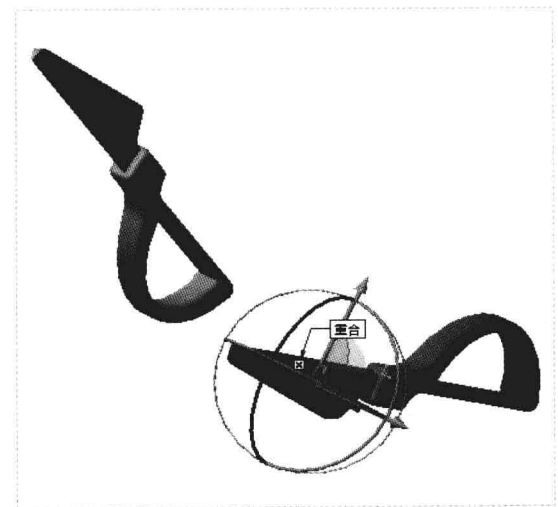

图 15-74 创建重合约束 1
Step 04 单击“偏移”右侧的“反向”按钮，创建重合约束，如图 15-74 所示。